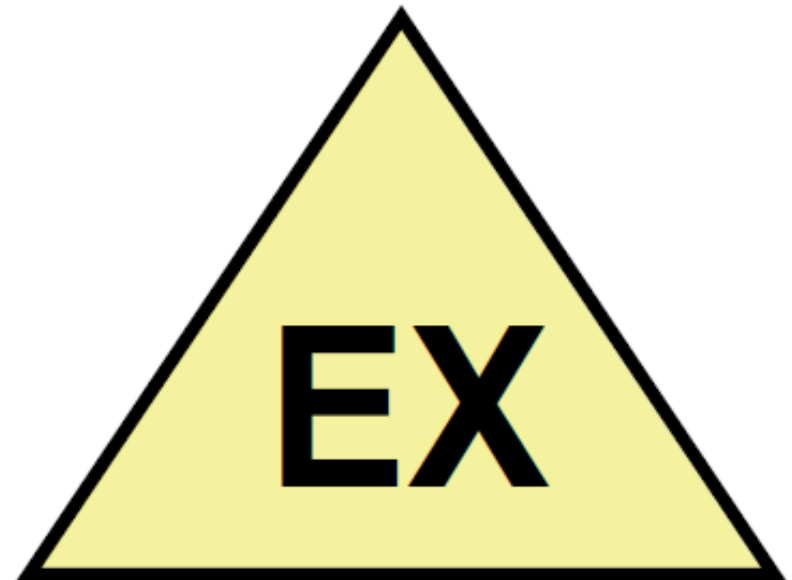

Figura 12: Segnaletica per indicare aree pericolose
- **segnaletica** (figura 12).